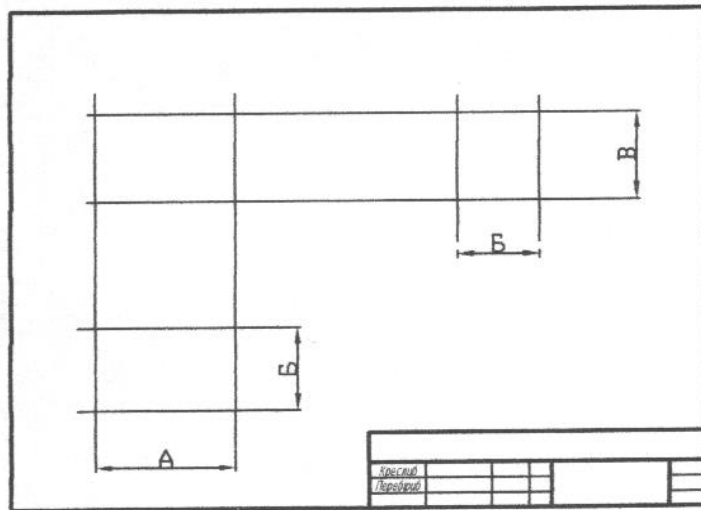

Рис. 20
*Розпочинати креслення моделі потрібно з компоновання зображень на аркуші. Знаючи розміри зображуваного предмета, масштаб і число проекцій передусім виконують тонкими лініями *габаритні чотирикутники* (рис.20), розташовуючи їх на полі кресленні так, щоб вони розташувались рівномірно.*